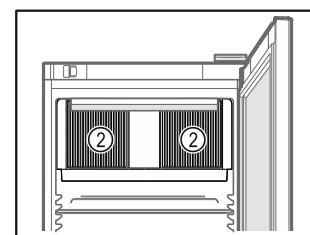

Fig. 72
- Se till att inte blockera ventilationsgallren Fig. 72 (2) för fläkten inne i skåpet.